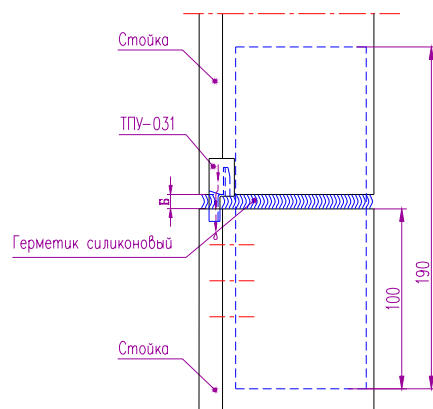

Рис. 6-10 Узел стыковки стоек монтажных марок УТ-08
- Стыковка монтажных марок навесного витража по вертикали осуществляется с помощью узла УТ-08 (рис.6-10). Конструкция данного монтажного узла представляет собой следующее: в полость профиля на нижних концах стоек монтажной марки установлены и закреплены закладные детали ТП-5013 (ТП-5013-01);